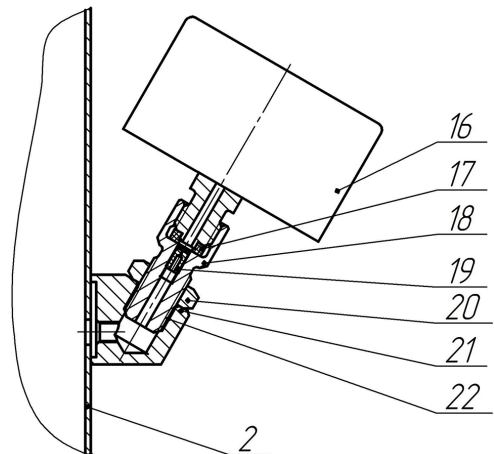

Рисунок 3 — Схема кріплення манометра
На стакані 2 є бонка 21 (Рисунок 3), в яку вкручені штуцер 18 з гайкою 20 і манометром 16. У штуцері 18 перед манометром встановлено дозувальний пристрій 19, призначений для обмеження стрибків тиску. Дозувальний пристрій уповільнює передачу зміни тиску на чутливий елемент манометра.
**3.2.3** Під час монтажу і демонтажу манометра вкрутити (викрутити) його відповідним ключем з розміром 14 за грані на штуцері манометра, утримуючи штуцер 18 ключем з розміром 17 (Рисунок 3).